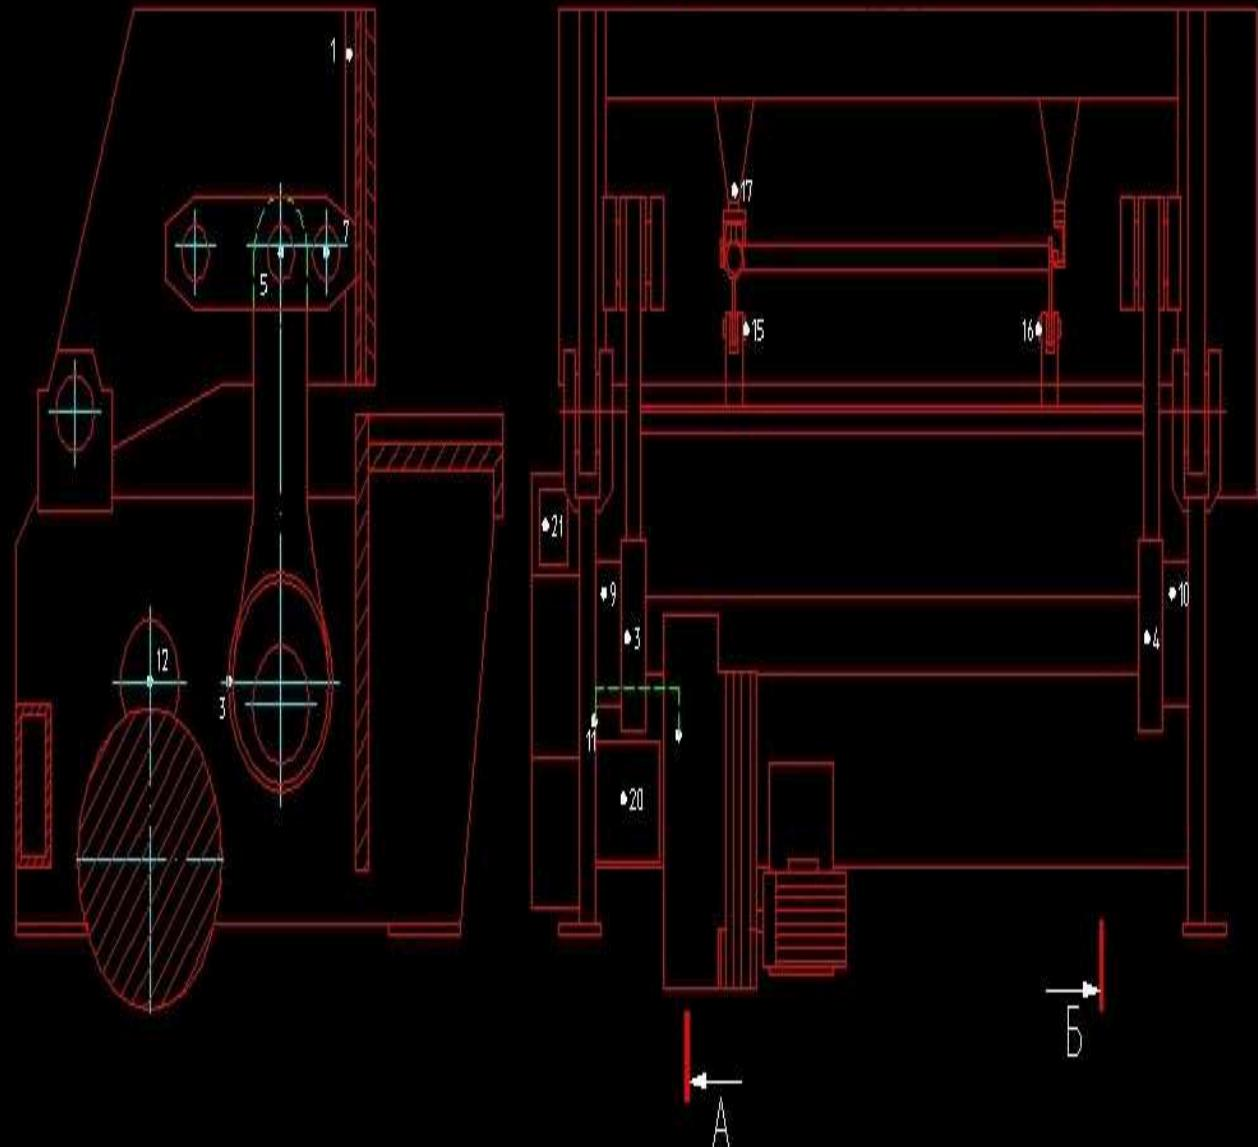

Рис.14 Схема смазки
1.6.2 Схема смазки показана на рис. 14, 15